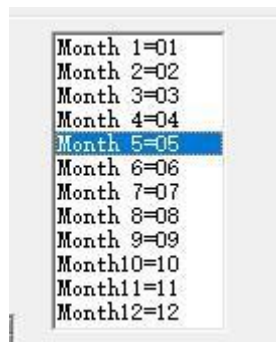

图 4-41
自定义月份字符：当用户选择了月份作为对应的文本时，会在右侧出现如图 4-41。用户可以自己定义月份字符，不再使用软件默认的数字，改用其它的字符来表示，只需要双击选中的月份，输入代表月份的其它字符，最后在软件界面上显示的月份就是用输入的字符表示的。
2. 选择生成的文本对象, 选择使能变量文本, 然后点击增加按钮, 系统会弹出图 4-41 对话框, 选择网络通讯一项, 设置网口参数, IP 地址参数填入服务器计算机的 IP, 这里为 192.168.0.1; 端口参数设置为用于通讯的端口号, 这里为